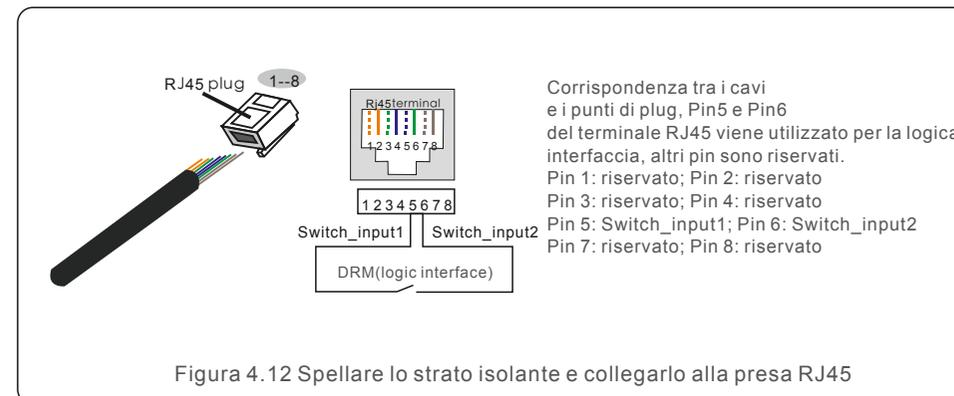

Figura 4.12 Spellare lo strato isolante e collegarlo alla presa RJ45
2. Utilizzare lo spellafili di rete per rimuovere lo strato isolante del cavo di comunicazione. Secondo la sequenza di linee standard di figura 4.12 collegare il cavo alla spina di RJ45, quindi utilizzare uno strumento di crimpatura del cavo di rete per renderlo stretto.